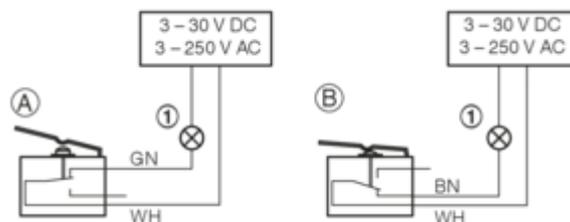

Fig. 54: Ligação de interruptores fim de curso, exemplo
- Os interruptores fim de curso devem ser ligados de acordo com o exemplo de ligação Fig. 54